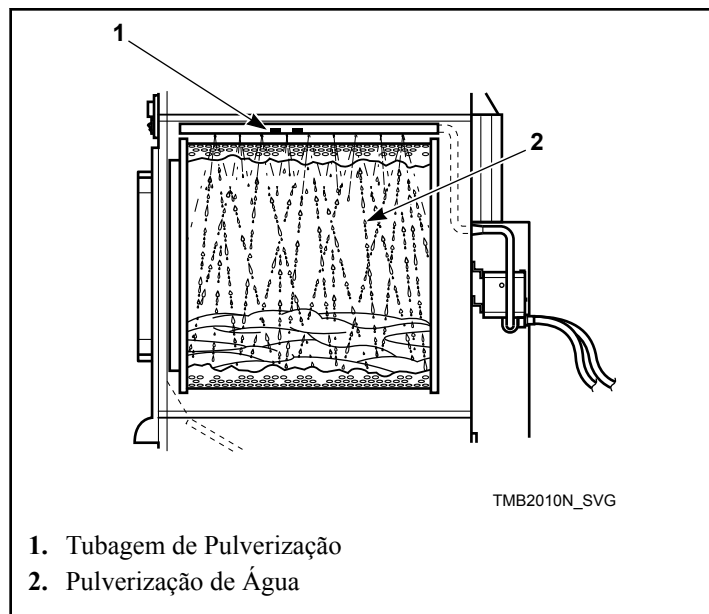

Figura 52
7. Após 15 segundos de pulverização de água, prima o botão de reposição, mantendo-o premido, até a pulverização de água e a luz se desligarem. Esta acção deverá demorar aproximadamente um segundo. Consulte a *Figura 51* e a *Figura 52* .